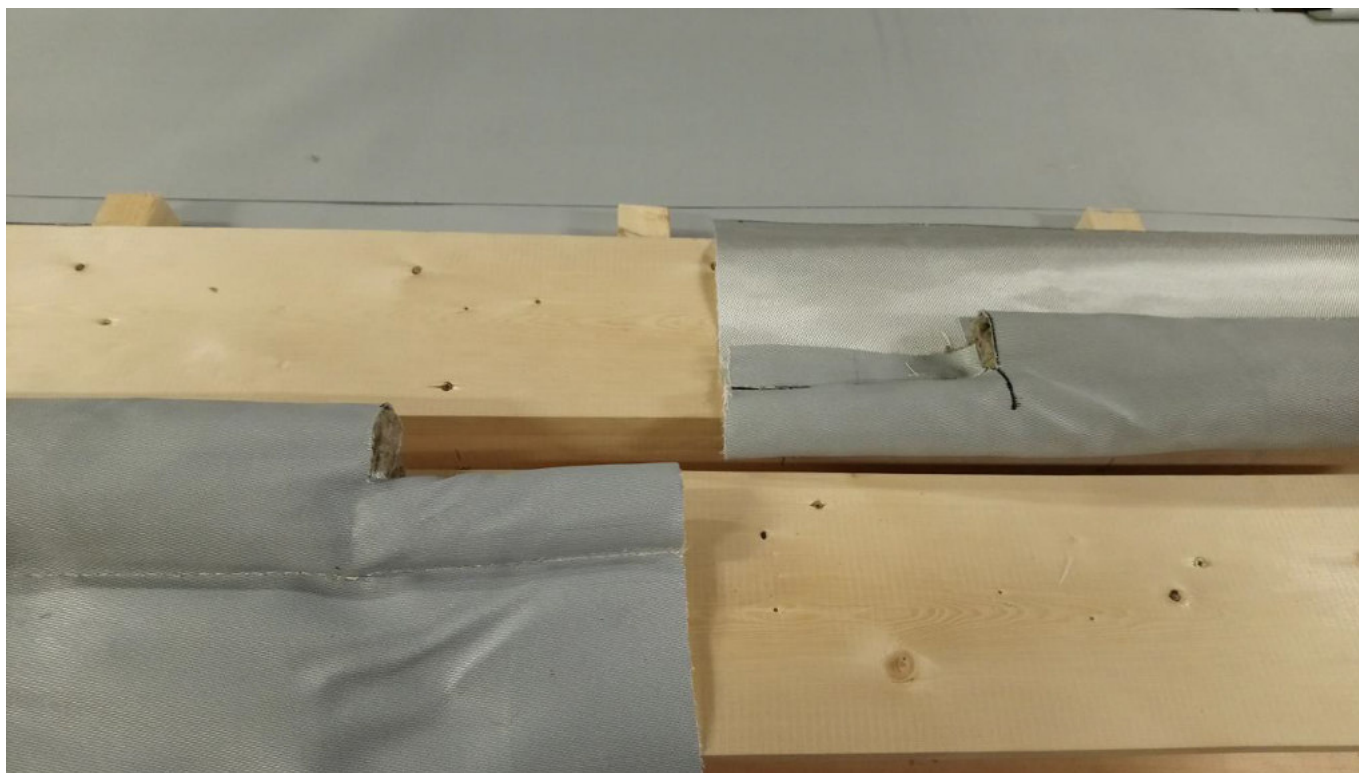

Рисунок 1
1.3. Разложить изделия вдоль шва (рис.1), подготовить крепеж и инструмент.